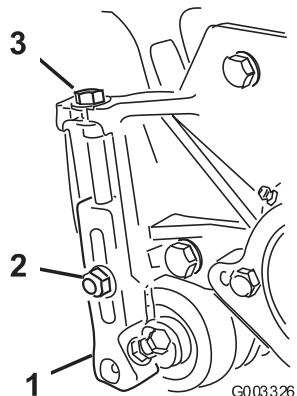

図 13
1. 刈り高アームをカッティングユニットのサイドプレートに固定しているロックナットをゆるめる (図13)。